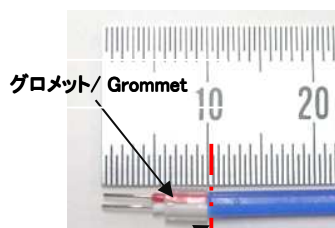

図 12/ Fig.12
- ① 電線の端末加工後、グロメットを電線外皮の端面まで挿入します。(図 12)
- ① Insert a Grommet to the wire after strip.(Fig.12)